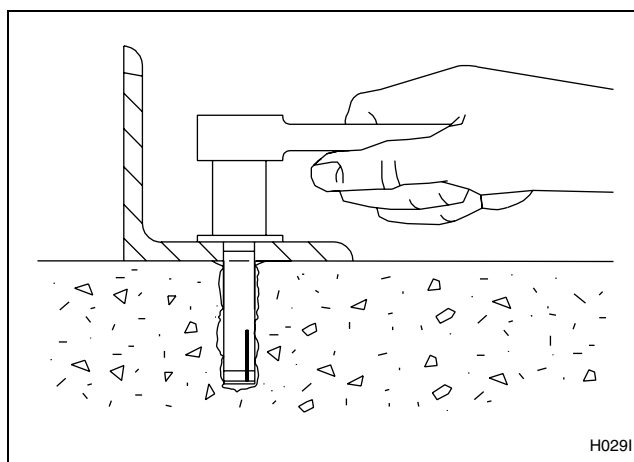

Figura 9
8. Asegure la máquina al piso con los pernos suministrados con los anclajes. Apriete las tuercas de traba a incrementos parejos, una después de la otra, hasta que todas estén apretadas de manera pareja y la máquina quede fijada firmemente al piso. Consulte la *Figura 9*.